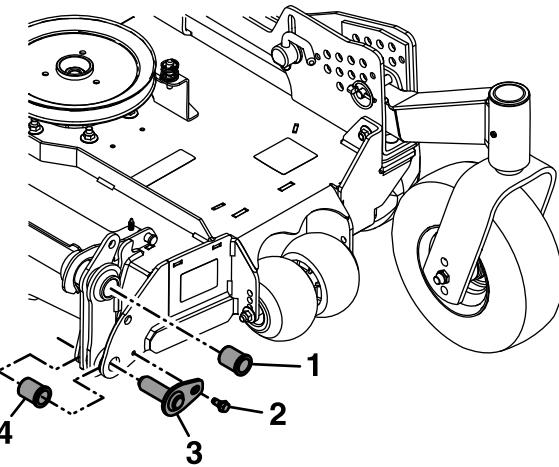

Рисунок 86
14. Снимите фланцевые втулки с верхних осей поворота и очистите отверстие (Рисунок 86).
18. Снимите и сохраните болты нижней оси поворота (Рисунок 83 и Рисунок 86).